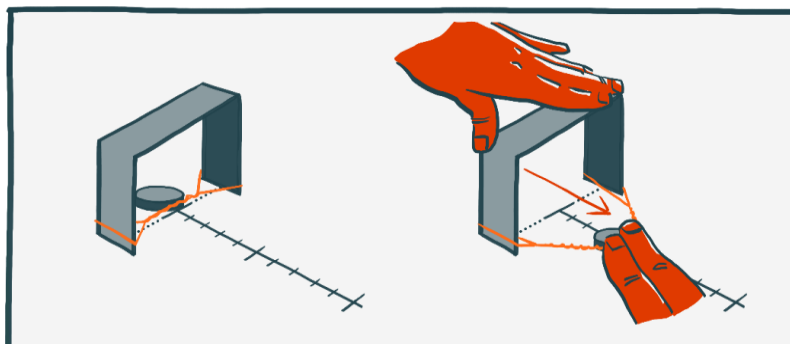

Abb. 3
2. Lege ein Blatt Papier mit einer eingezeichneten Skala darauf bereit. Positioniere die Schleuder auf dem Blatt so, dass sich das gespannte Gummiband über der Linie "0" befindet (s. Abb. 3).
4. Drücke den Winkel nach unten. Drücke den Deckel mit einem Finger auf den Boden. Ziehe das Gummiband mit dem Deckel auf 0,5 cm und lasse es dann los (s. Abb. 3).